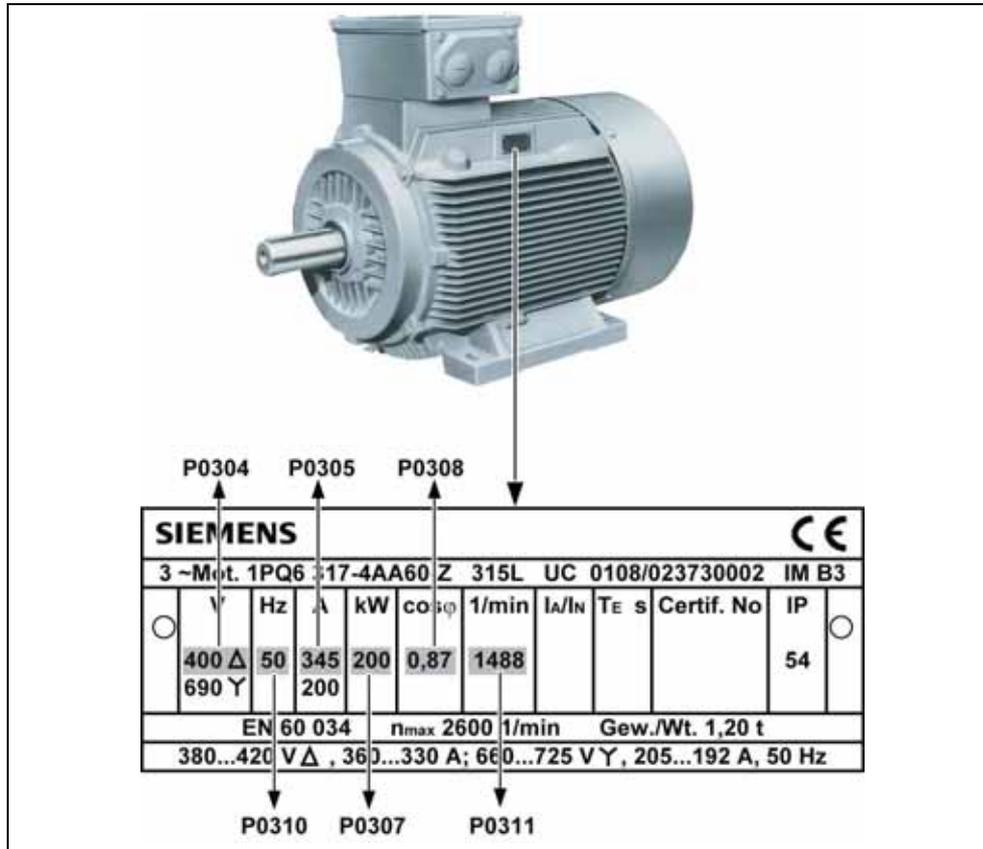

图 3-8 典型的电动机铭牌数据举例(在铭牌上列出的详细数据仅为实例)
3. 变频器出厂时已按相同额定功率的西门子 4 极标准电动机的常规应用对象进行编程。如果用户采用的是其它型号的电动机，就必须输入电动机铭牌上的规格数据。关于如何读取电动机铭牌数据的细节，请参看图 3-8。